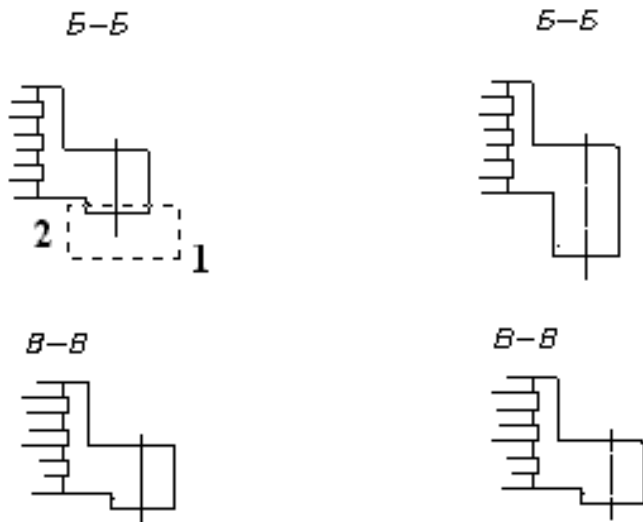

Рис. 12.15. Выбранный секущей рамкой выступ до и после растяжения командой **Stretch**
2. Выберите секущей рамкой справа налево от точки 1 к точке 2 (рис. 12.15) нижний выступ разреза. Секущая рамка должна пересекать боковые стороны выступа и включать в себя нижний его отрезок. Для завершения выбора объектов нажмите клавишу <Enter>.
4. На запрос о вводе координат второй точки перемещения нажмите клавишу <Enter>. Отрезок, полностью охваченный секущей рамкой, перемещается без растягивания, а боковые отрезки, у которых только две вершины расположены внутри секущей рамки, растягиваются (см. рис. 12.15).